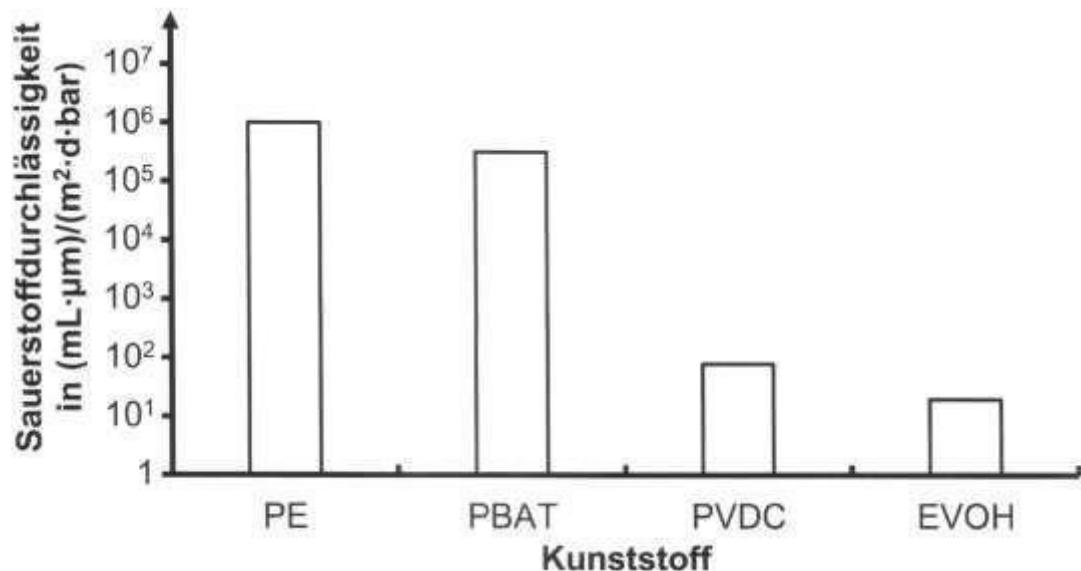

Abb. 3: Sauerstoffdurchlässigkeit verschiedener Kunststoffe2
- 1.2 Kunststoffverpackungen für Milch sollten sowohl für Wasserdampf als auch für Sauerstoff undurchlässig sein, um das Verderben der Milch zu verlangsamen. Tabelle 2 und Abbildung 3 zeigen die Wasserdampf- und Sauerstoffdurchlässigkeit verschiedener Kunststoffe:
1.2.2 Diskutieren Sie anhand der in Aufgabe 1.2 genannten Kriterien und mithilfe von Tabelle 2 und Abbildung 3 die Eignung von PVDC und EVOH